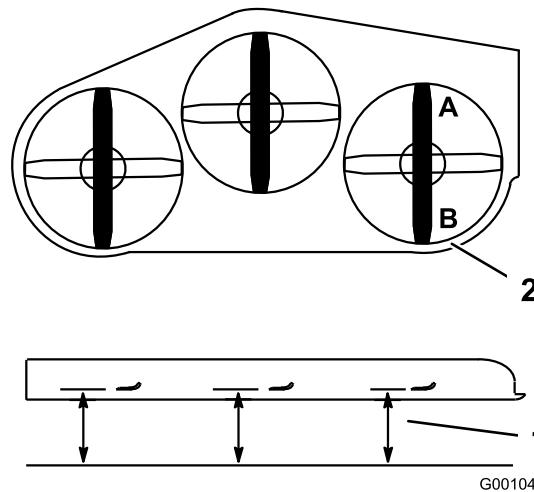
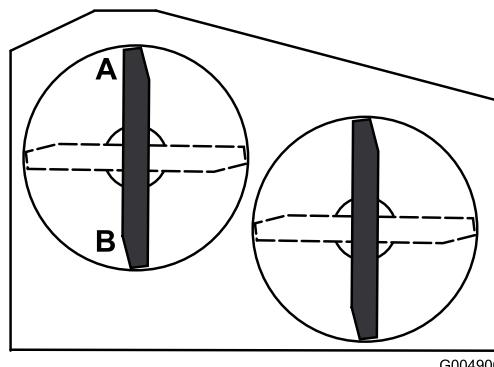

Figure 65
Figure 66
- Tournez une lame dans le sens longitudinal. Mesurez la distance aux points A et B entre une surface plane et le bord coupant des pointes des lames (Figure 65 ou Figure 66). Pour les tabliers de coupe de 36 pouces, reportez-vous à la Figure 66.
4. Tournez les lames dans le sens longitudinal. Mesurez la distance aux points C et D (Figure 65) entre une surface plane et le bord coupant des lames.